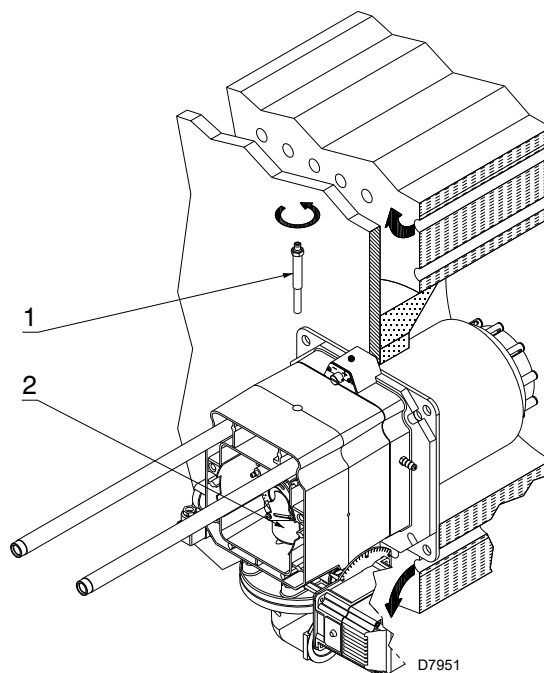

Fig. 15
- togliere la vite 1)(Fig. 15);
- estrarre la parte interna 2)(Fig. 15) della testa e provvedere alla loro taratura.
A questo punto dell'installazione la testa di combustione è fissata alla caldaia come in Fig. 15 a pag. 21.